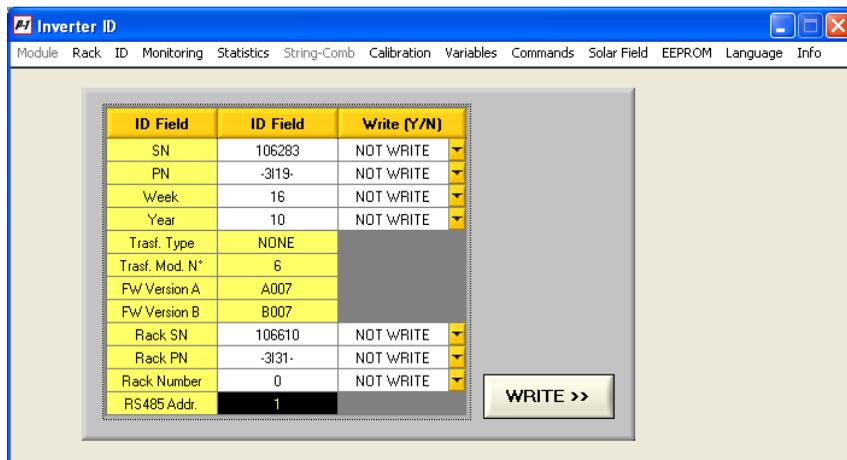

Figura 15-9: Inverter ID - Interfaccia Modulo Singolo
- Premendo il corrispondente pulsante [ENTER >>] si accede alla gestione del modulo selezionato (Figura 15-9).